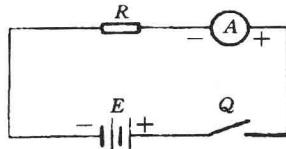

图 1.1-4 直流电流表的接法
(1) 被测值小于电表量程时, 可直接串入电路中, 如图 1.1-4 表示。
在低压电路中, 当被测电流值在电流表量程范围内时, 可直接串入电路中, 其接线方法与图 1.1-4 相同, 但不必考虑极性。当被测值大于电流表量程时, 也要扩大量程。交流电流表通常